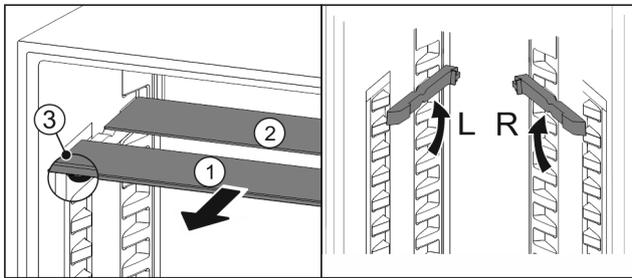

Fig. 51
- ▶ Glasplatten einzeln nach vorne herausziehen Fig. 51 (1).
- ▷ Glasplatte Fig. 51 (1) mit Zierleiste liegt vorne.
- ▷ Stopps Fig. 51 (3) zeigen nach unten.